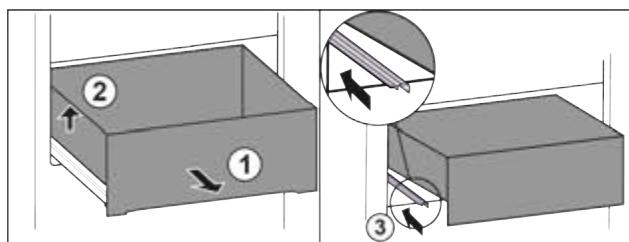

Fig. 68
- Витягніть висувний ящик до упору. Fig. 68 (1)
- Підняти висувний ящик ліворуч. Fig. 68 (2)
- Вставити ліву рейку. Fig. 68 (3)